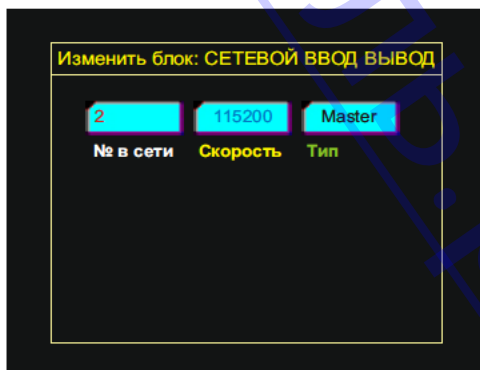

Рис. 23. Конфигуратор блока Сетевой ввод-вывод.
9.1.4 **Конфигуратор** блока содержит следующие конфигурационные окна (Рис. 23):